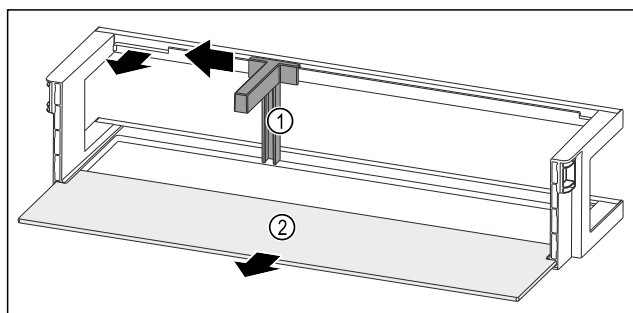

Fig. 134 Dveřní přihrádka s držákem lahví a odkládací plochou
- Držák lahví Fig. 134 (1) posuňte na stranu až k vybrání.
- Držák lahví Fig. 134 (1) odeberte.
- Odkládací plochu Fig. 134 (2) odeberte.